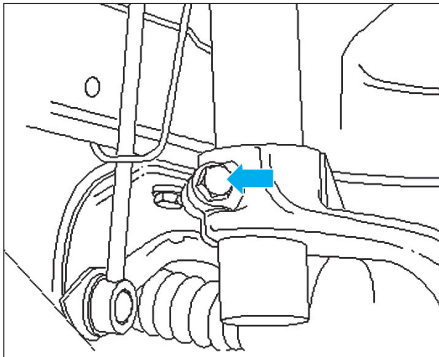

Fig. 7
- Dévisser la vis de fixation (flèche) de l'élément de suspension (Fig.7).